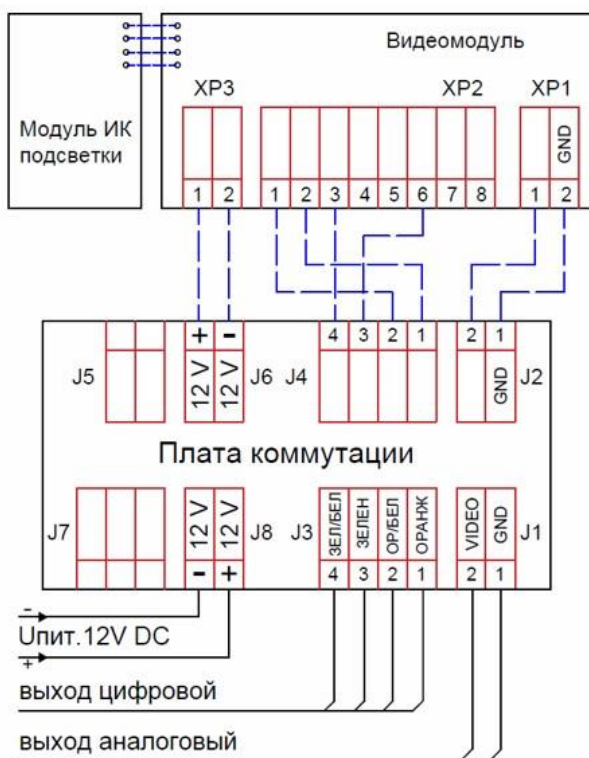
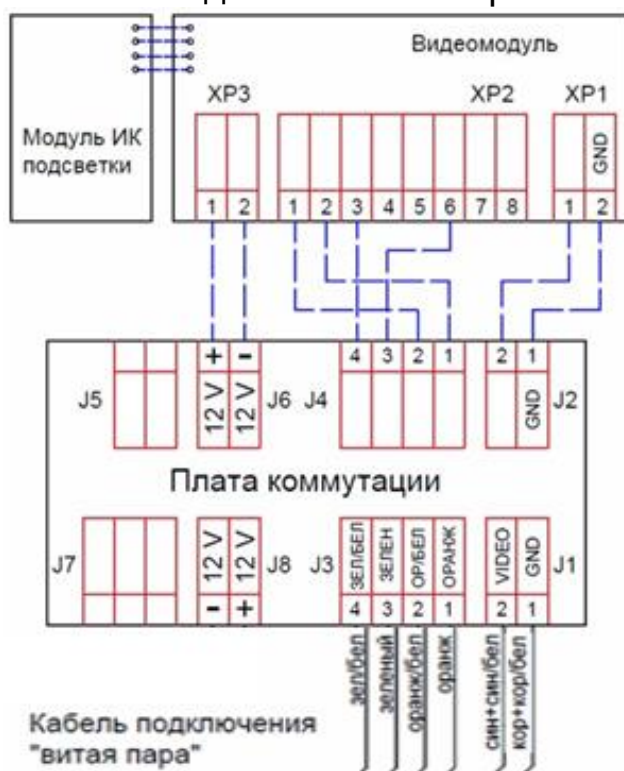

Рисунок 4.3 – Схема подключения камеры с питанием 12 В
Рисунок 4.4 – Схема подключения камеры с питанием по PoE
4. Через кабельные вводы заведите питающий и сигнальный кабели, подключите к плате коммутации, согласно схеме подключений (Рисунок 4.3, Рисунок 4.4). По умолчанию видеокамера подключается с питанием по PoE на разъёмы J1 и J3 «Платы коммутации». При необходимости подключения питания 12 В необходимо к клемме J6 «Платы коммутации» подключить подписанные заизолированные провода (красный – «+» и черный – «-»), идущие от платы «Модуль PoE».
7. Установите термокожух на кронштейн (6) и зафиксируйте при помощи болта.